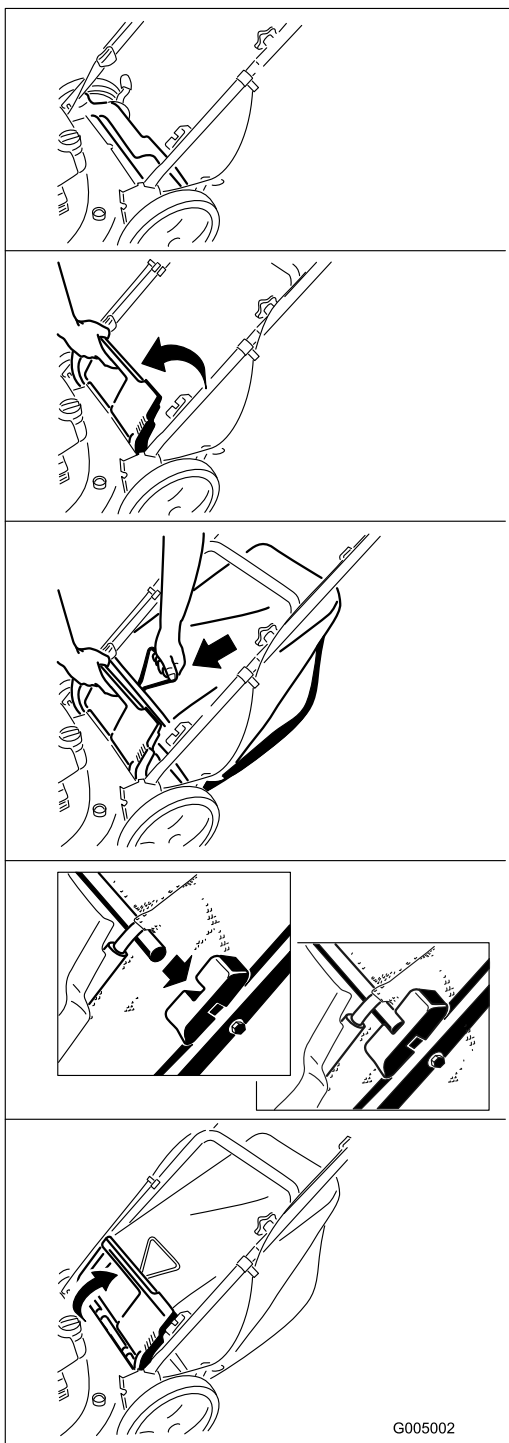

Figure 15
2. Installez le bac à herbe (Figure 15).